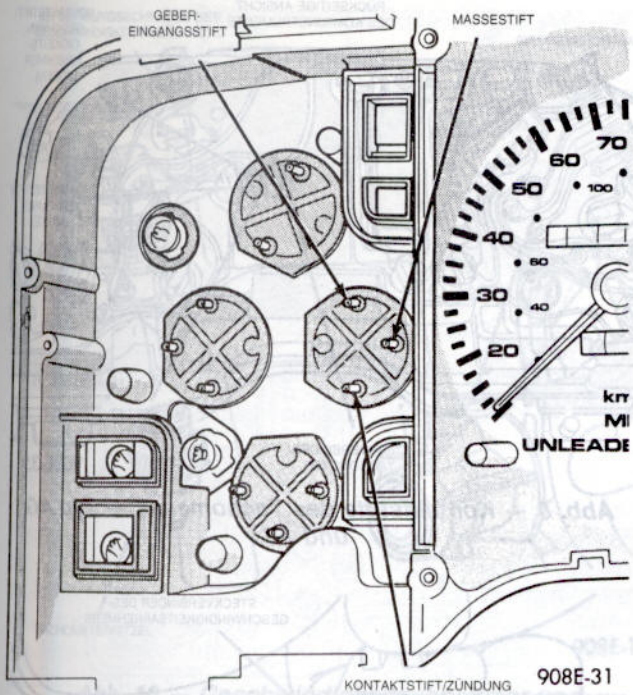

Abb. 4 – Kontaktstifte der Tankanzeige – Typ AG und AJ
Überprüfung des Stromkreises (Abb. 4)
- (1) Tankanzeige ausbauen.
- (2) Kabel zwischen Kraftstofftank-Füllstandsgeber und Tankanzeige (Geber-Eingangsstift) auf Durchgang prüfen (Abb. 4).
- (3) Zündschalter in Stellung "ON" bringen und prüfen, ob zwischen dem Kontaktstift der Zündung und dem Massestift Batteriespannung anliegt.